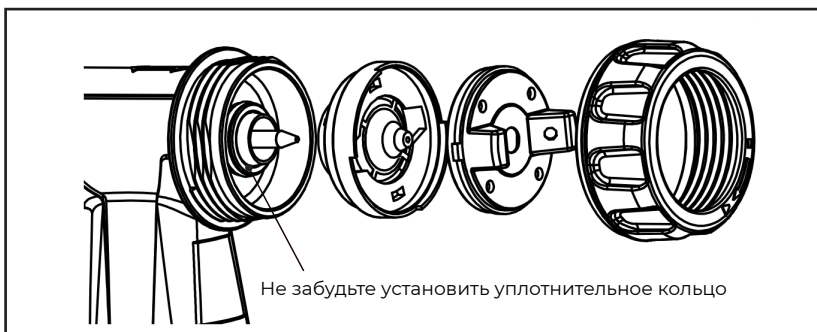

рис. 10
- Снова соберите краскораспылитель. Не забудьте установить уплотнительное кольцо (рис. 10).